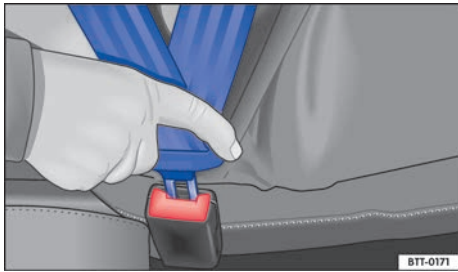

Fig. 49 Introduzca la lengüeta del cinturón de seguridad en el cierre del cinturón.
- Inserte la lengüeta del cinturón de seguridad con fuerza en el cierre del cinturón correspondiente a la plaza \Rightarrow **fig. 49**.